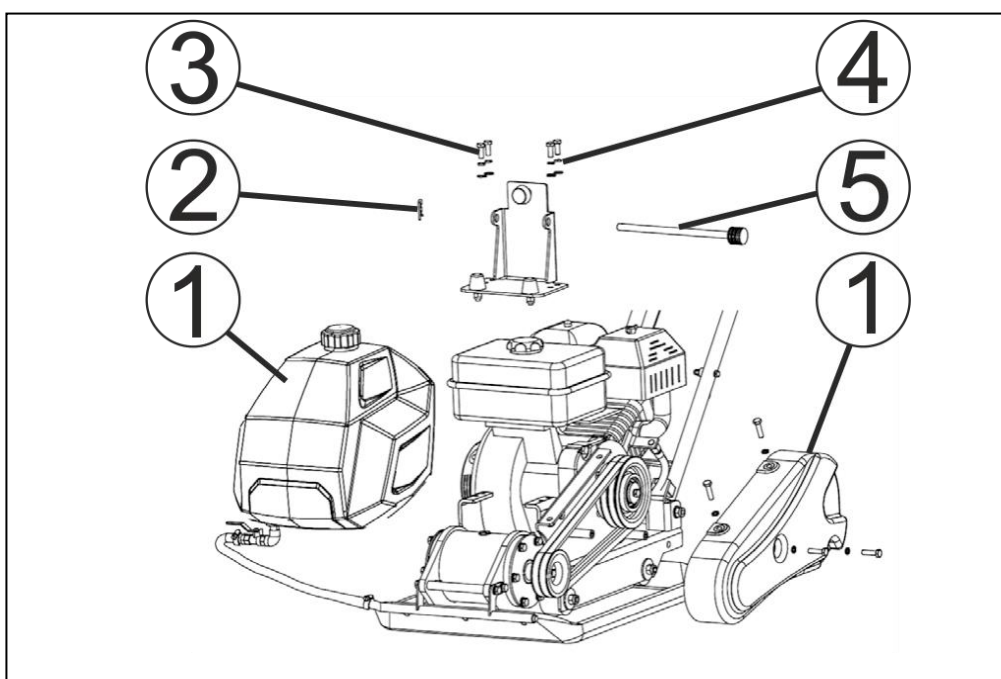
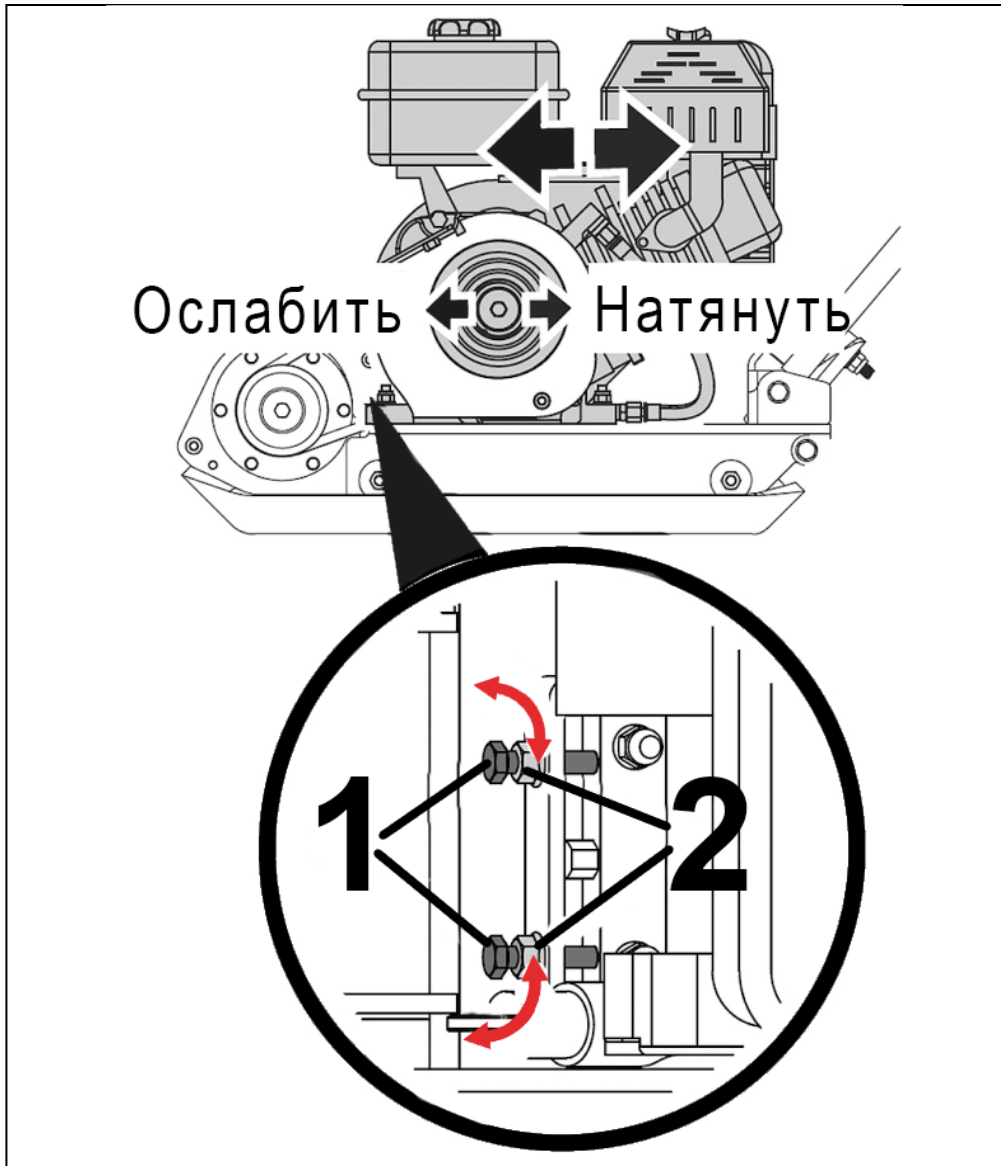

Рис. 23. Частичный разбор для обслуживания ремней.
Рис. 24. Регулировка натяжения ремней.
- извлечь шплинт (2), вытянуть шток (5), снять бак (1) для воды и отложить его в сторону (Рис. 23);
- открутить болты (3) крепления кронштейна (4) и снять кронштейн (4) с рамы виброплиты;
- для натяжения ремней ослабьте затяжку гаек (2), после чего закрутите болты (1) натяжного устройства (Рис. 24);
2. Снять бак для воды и отложить его в сторону (Рис. 23).
3. Открутить болты крепления и снять кронштейн бака с рамы виброплиты (Рис. 23).